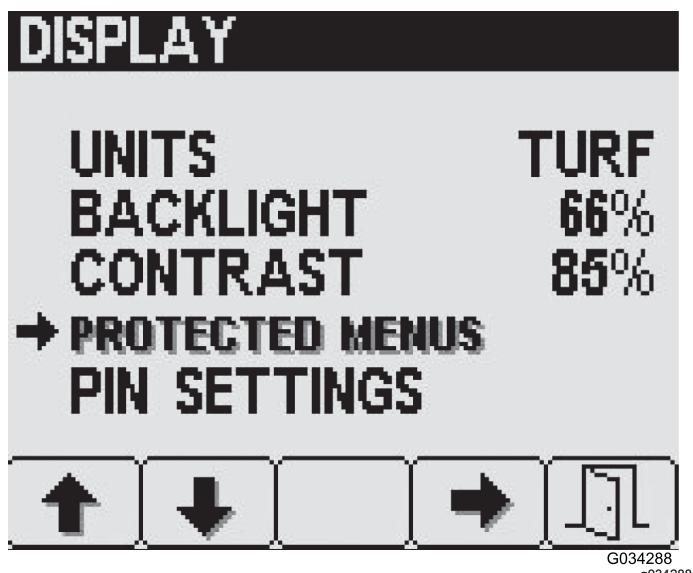

Figura 22
1. Pulse el botón 2 en la pantalla de Ajustes de pantalla hasta llegar a Menús protegidos, y luego pulse el botón 4 para seleccionar Menús protegidos (Figura 22).
2. Pulse el botón 2 hasta llegar al elemento del menú protegido deseado (Figura 22).